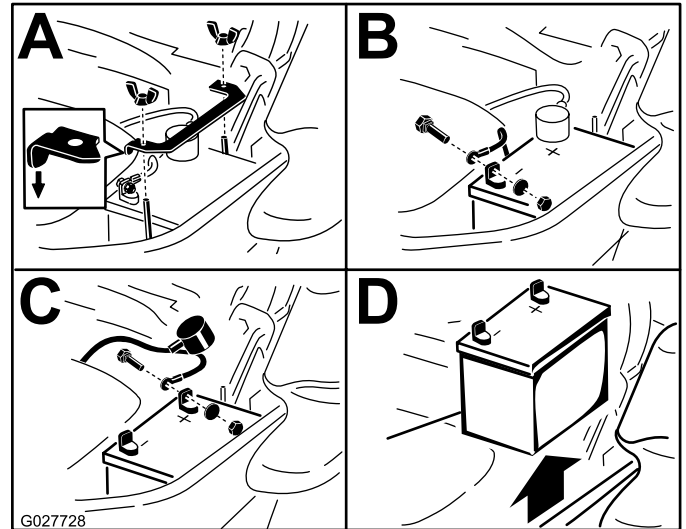

Bild 51
3. Klemmen Sie zunächst das Minuskabel (schwarz) vom Minuspol (-) (schwarz) der Batterie ab (Bild 51).
4. Schieben Sie die rote Polkappe vom Pluspol (rot) der Batterie ab, und klemmen Sie das Pluskabel (+) (rot) ab (Bild 51).
5. Nehmen Sie die Flügelmutter ab, mit denen die Batterieklammer befestigt ist (Bild 51).
6. Nehmen Sie die Klemme ab (Bild 51).
1. Legen Sie die Batterie in den Ständer, sodass die Klemmen auf der anderen Seite des Hydraulikbehälters sind (Bild 51).
4. Befestigen Sie die Kabel mit zwei Schrauben, zwei Scheiben und zwei Sicherungsmuttern (Bild 51).
6. Setzen Sie die Klemme auf und befestigen Sie sie mit der Flügelmutter (Bild 51).